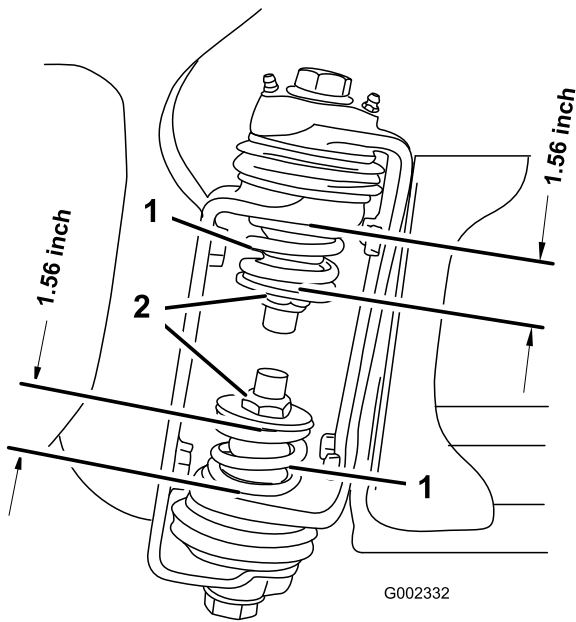

图 3
3. 当喷洒臂位于伸展位置图 3 时在喷洒臂的铰链处测量上、下弹簧的压缩度。